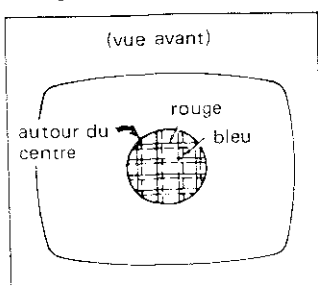

Fig. 3-6
2. Tourner la paire avant de taquets sous la forme d'un bloc pour réduire la séparation des lignes rouges et bleues tout autour du centre de l'écran. Pour ajuster la convergence du rouge et du bleu faire varier l'inclinaison des taquets. (figure 3-6)